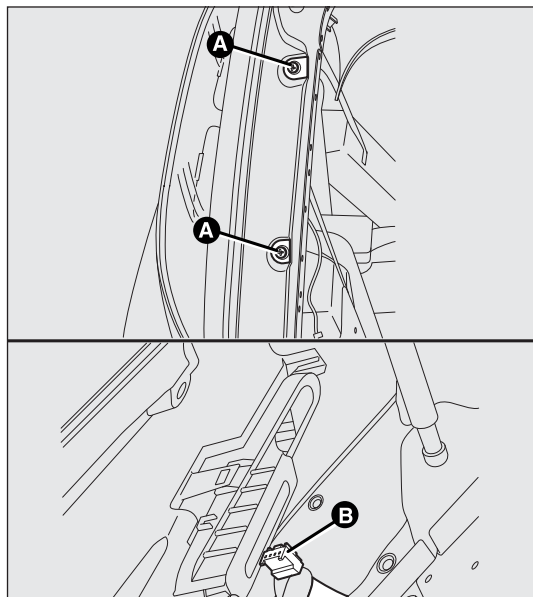

fig. 169
La disposition des ampoules du groupe optique fig. 169 est la suivante :
- dévisser les vis de fixation A-fig. 169 ;